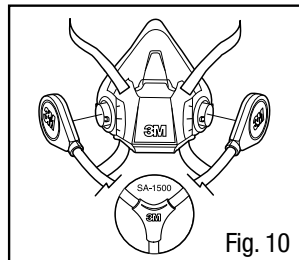

Fig. 10
1. Sostenga la pieza facial frente a usted, de modo que el logotipo de 3M quede mirando hacia usted. Alinee las dos derivaciones del tubo de respiración sobre los dos montajes tipo bayoneta en la pieza facial (Fig. 10). Para los Tubos de respiración SA-1500 o SA-1600, asegúrese que el logotipo de 3M en el tubo de respiración y en la pieza facial queden mirando hacia usted. Para los Tubos de respiración SA-2500 o SA-2600, asegúrese que el logotipo 3M en el tubo de respiración quede mirando en la dirección opuesta al logotipo 3M en la pieza facial.